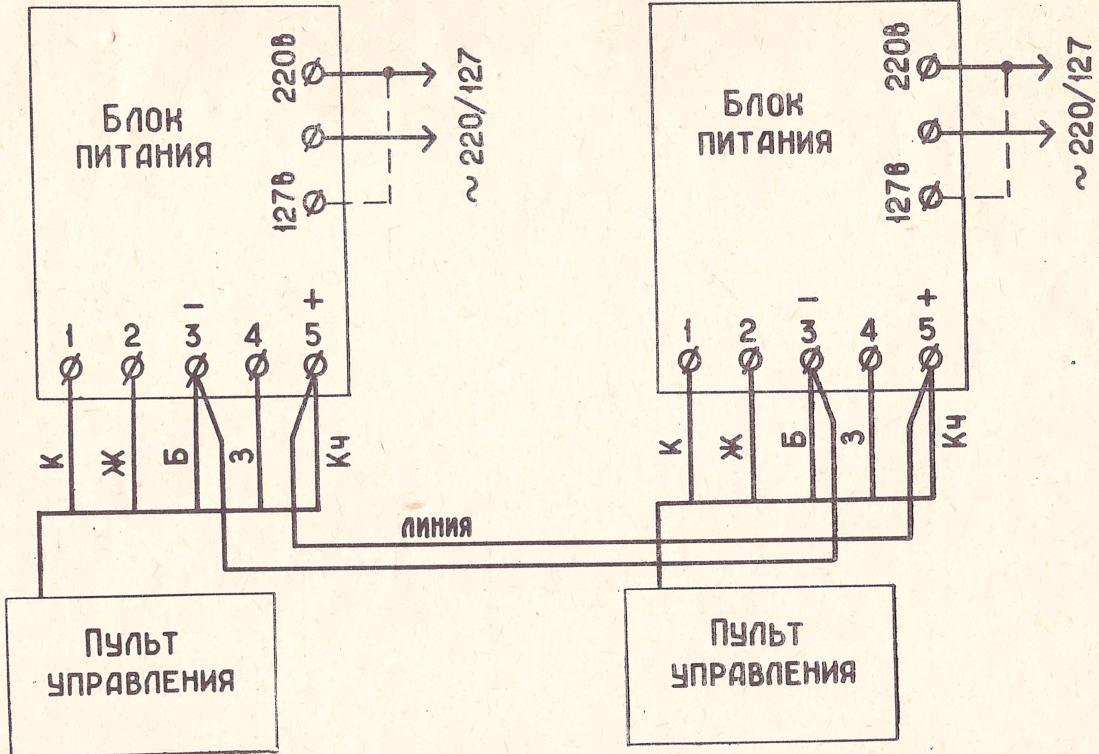

Рис. 2.
2. Согласно схеме (рис. 2) подключить соединительную линию к клеммам «+» и «—» вводной колодки блока питания. Соблюдение полярности обязательно!